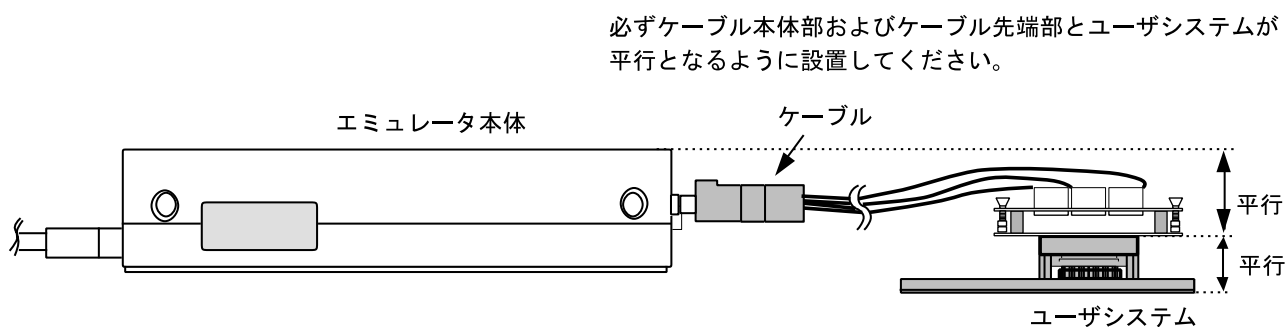

図 10 設置例
- (1) ユーザシステムへの接続時には1ピン位置に十分注意して、誤接続は絶対にしないでください。
- (2) 本ユーザシステムインタフェースケーブルを使用する場合の推奨マウントパッド寸法は、MCU 実装用マウントパッド寸法とは異なりますので注意してください。
- (3) 本ユーザシステムインタフェースケーブルは、HS3052EPI61H エミュレータ専用ですので、他のエミュレータ本体には使用しないでください。
- (4) ケーブル本体部が断線する可能性がありますので、本ユーザシステムインタフェースケーブルの上に重いものや金属等の角の尖ったものを置かないでください。
- (5) ユーザシステムに接続した状態では、ユーザシステムインタフェースケーブル、特にケーブル先端部に無理な力が加わらないように注意する必要があります。図 10 の設置例を参照してご使用ください。